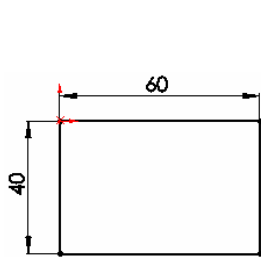
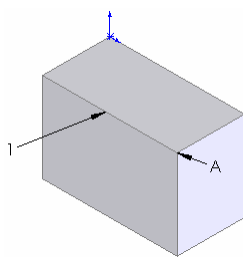
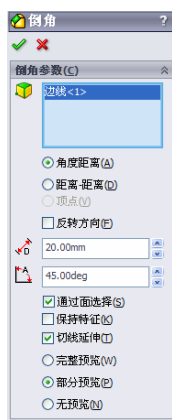

图 5-50 绘制草图
图 5-51 拉伸图形
图 5-52 “倒角”属性管理器
- ① 设置基准面。在左侧的“FeatureManager 设计树”中用鼠标选择“前视基准面”作为绘制图形的基准面。
- ② 绘制草图。选择菜单栏中的“工具”→“草图绘制实体”→“矩形”命令，以原点为一角点绘制一个矩形并标注尺寸，结果如图 5-50 所示。
- ③ 拉伸实体。选择菜单栏中的“插入”→“凸台/基体”→“拉伸”命令，将上一步绘制的草图拉伸为“深度”为 30 的实体。
- ④ 设置视图方向。单击“标准视图”工具栏中的“等轴测”图标，将视图以等轴测方向显示，结果如图 5-51 所示。
- ⑤ 执行绘制倒角命令。选择菜单栏中的“插入”→“特征”→“倒角”命令，或者单击“特征”工具栏中的“倒角”图标，此时系统弹出“倒角”属性管理器。
- ⑥ 设置属性管理器。在“边线和面或者顶点”一栏中，用鼠标选择图 5-51 中的边线 1；选择“角度距离”复选框；在“距离”一栏中输入值 10；在“角度”一栏中输入值 45。其他设置如图 5-52 所示。
下面以绘制如图 5-51 所示的边线 1 的倒角为例说明“距离—距离”倒角的操作步骤：
① 执行倒角命令。选择菜单栏中的“插入”→“特征”→“倒角”命令，此时系统弹出“倒角”属性管理器。
② 设置属性管理器。在“边线和面或者顶点”一栏中，用鼠标选择如图 5-51 所示中的边线 1；选择“距离-距离”复选框；在“距离 1”一栏中输入值 10；在“距离 2”一栏中输入值 20，其他设置如图 5-54 所示。
下面以绘制图 5-51 的顶点 A 的倒角为例说明“顶点”倒角的操作步骤：
② 设置属性管理器。在“边线和面或者顶点”一栏中，用鼠标选择如图 5-51 所示中的顶点 A；选择“顶点”复选框；在“距离 1”一栏中输入值 10；在“距离 2”一栏中输入值 20；在“距离 3”一栏中输入值 30。其他设置如图 5-58 所示。